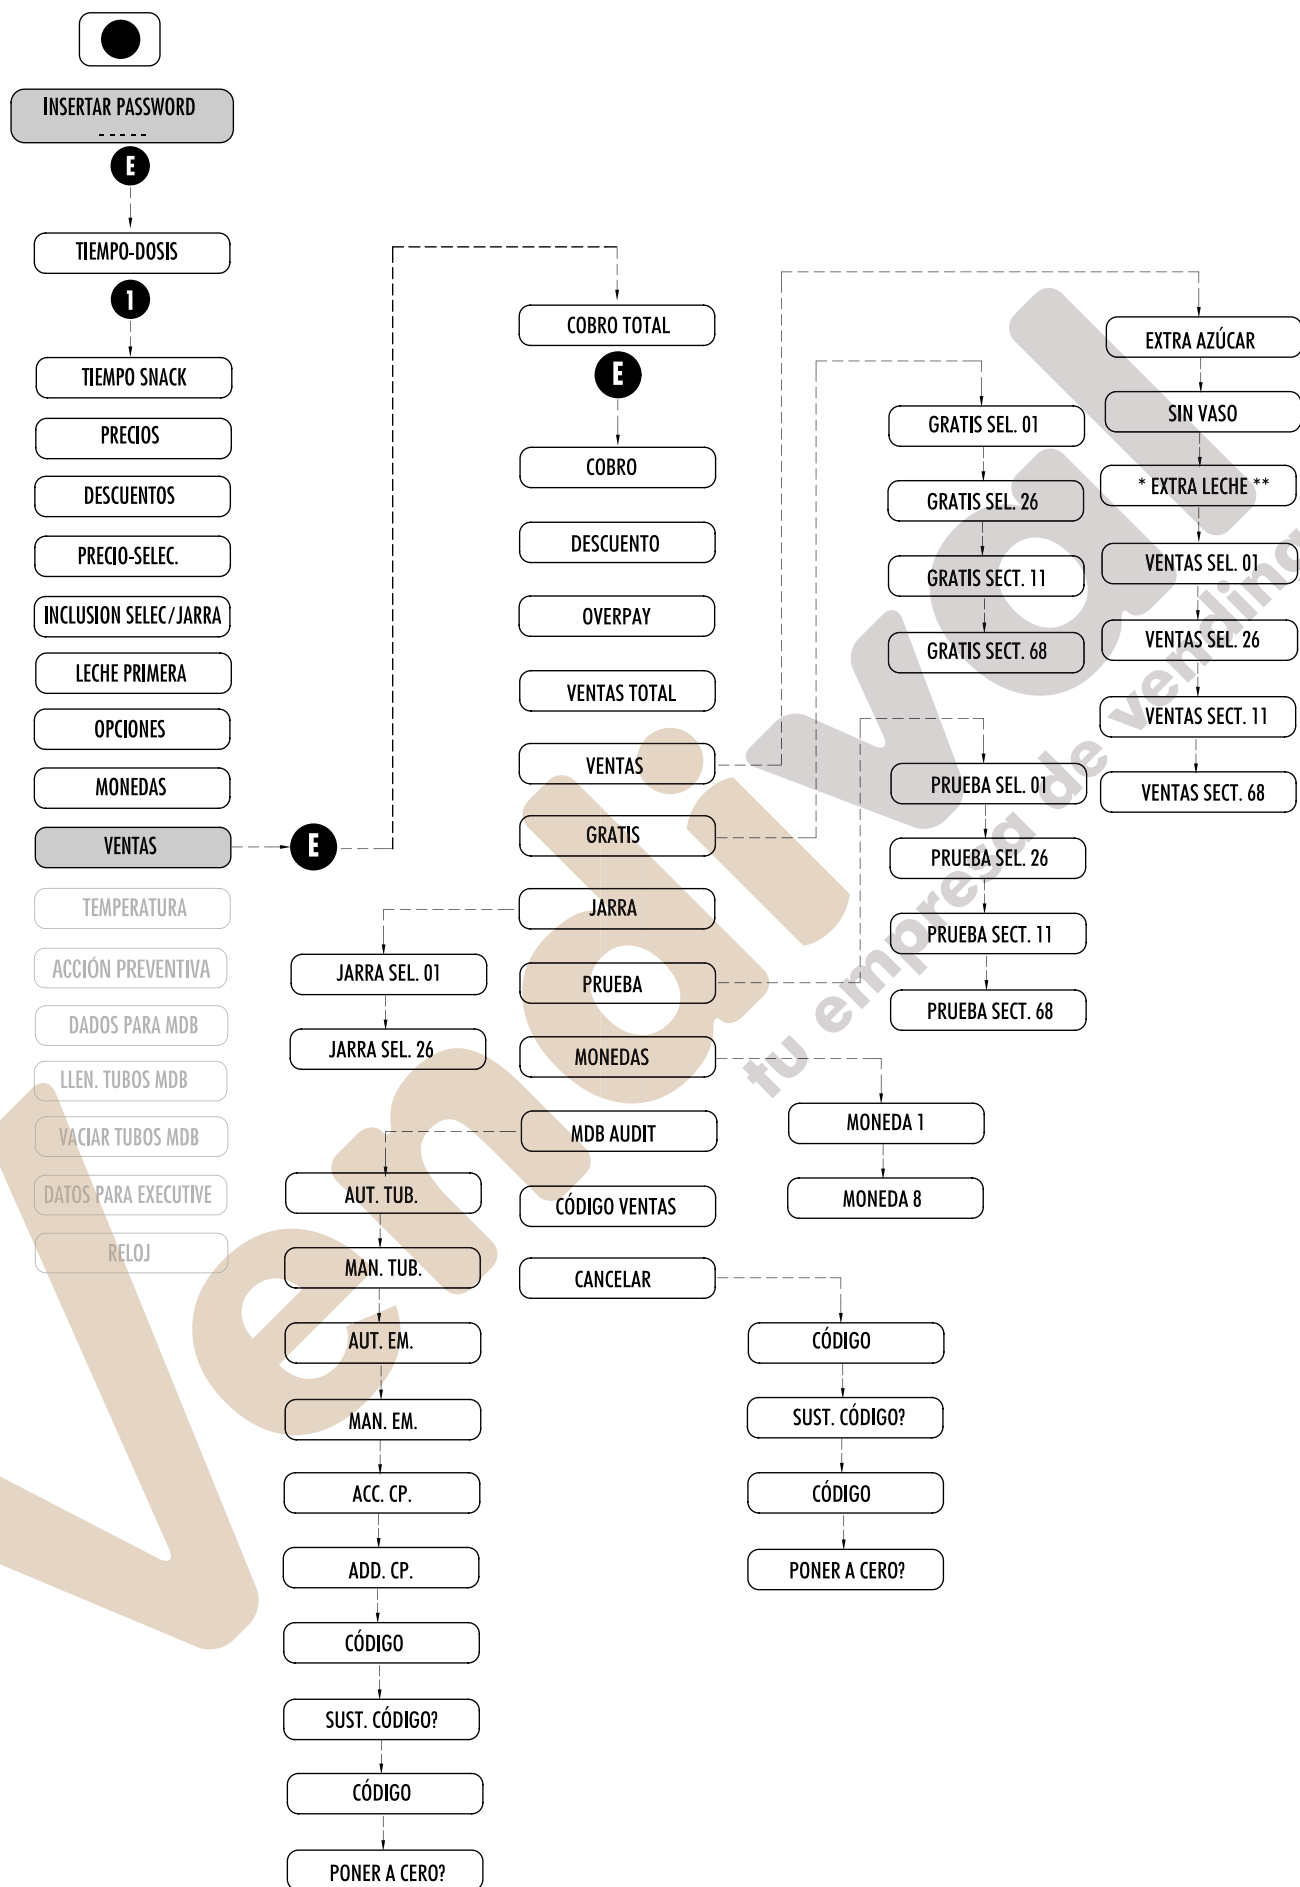

Fig. 7.12
7.2.9 MONEDAS (Fig. 7.12)
7.2.10 VENTAS (Fig. 7.12)